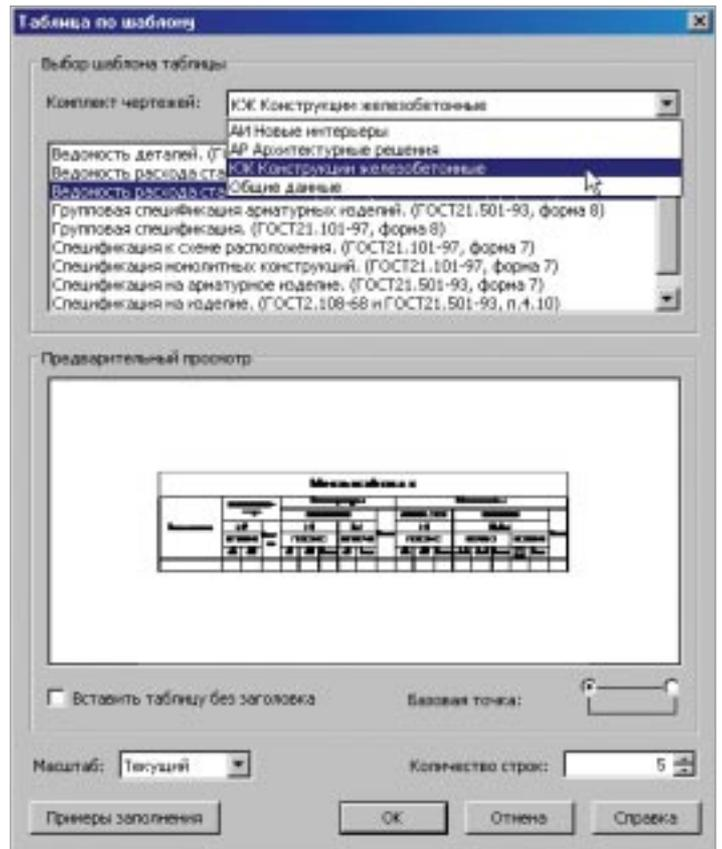

Рис. 7
- использование шаблонов стандартных спецификаций в чертежах. Сохранение шаблонов спецификаций, разработанных пользователем, – с возможностью последующего редактирования таблиц на чертеже инструментами программы (рис. 7);